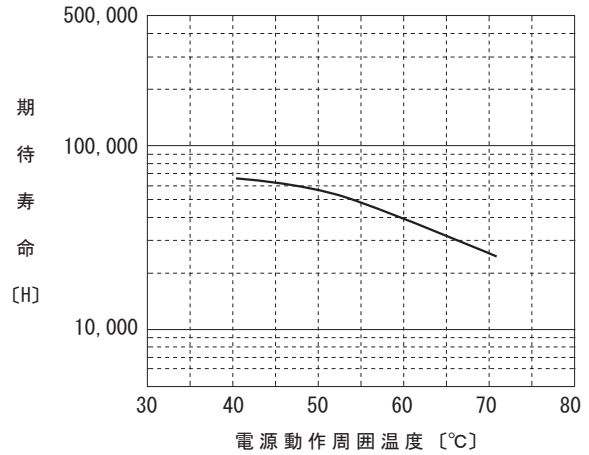

図 5.3 ファン推定寿命
- 使用条件によってファンの推定寿命 (R (t) =90%) は図5.3のようになりますので、ファンは定期的な交換が必要です。